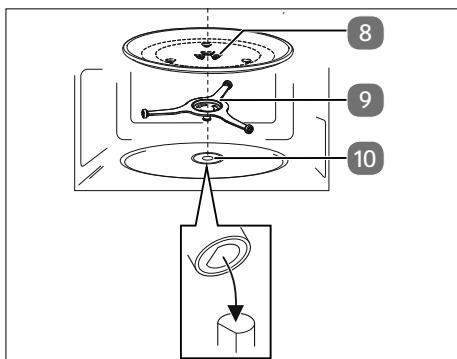

Fig. 5 – Installation du plateau tournant en verre
- ▶ Placez ensuite le plateau tournant en verre au centre sur l'arbre d'entraînement (**voir Fig. 5**) de façon à ce que les barrettes du plateau tournant en verre se placent dans les orifices du croisillon d'entraînement.